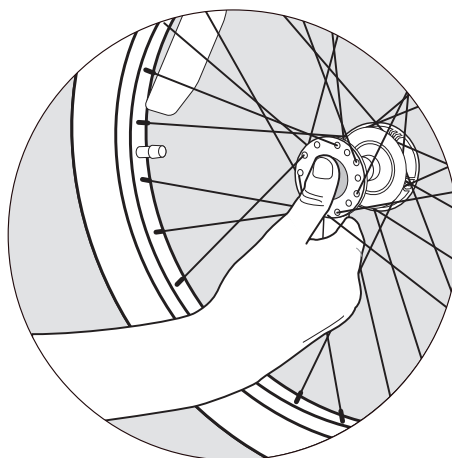

Figure 5
1. Appuyez sur le bouton en caoutchouc situé à l'extérieur du moyeu de roue (Figure 5).